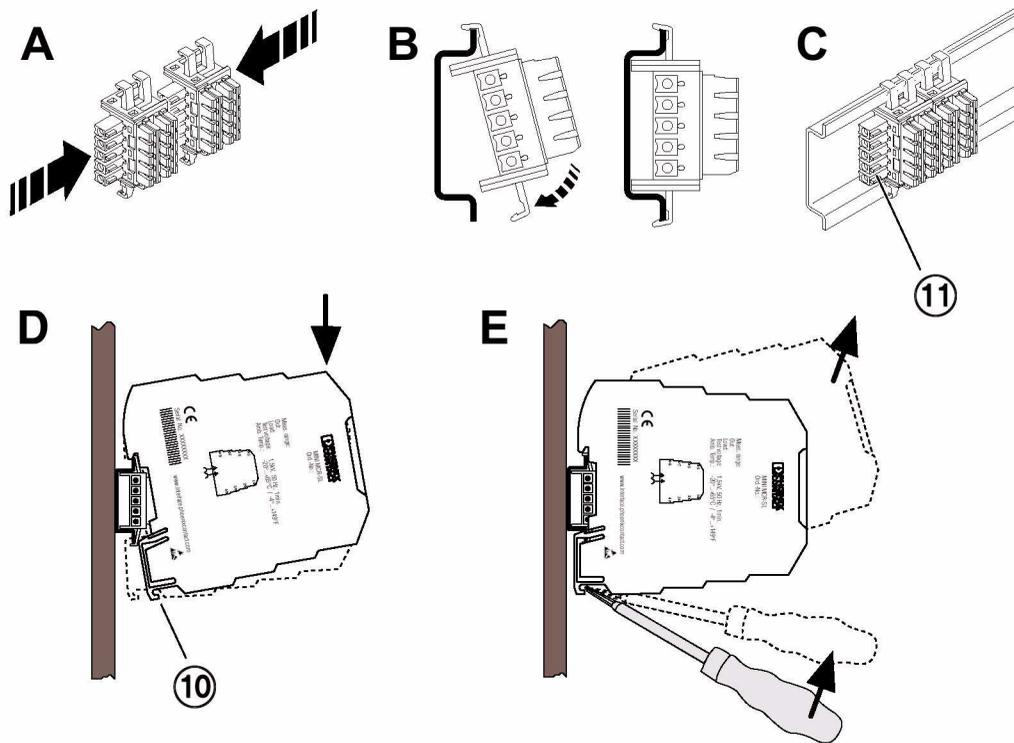

Bild 5 Montage/Demontage
Rastfuß (Bild 5, Abb. D, Punkt 10) **unten** und **Steckerteil** (Bild 5, Abb. C, Punkt 11) **links!**
- Legen Sie den Tragschienen-Connector zur Brückung der Spannungsversorgung zuerst in die Tragschiene ein (siehe Bild 5).